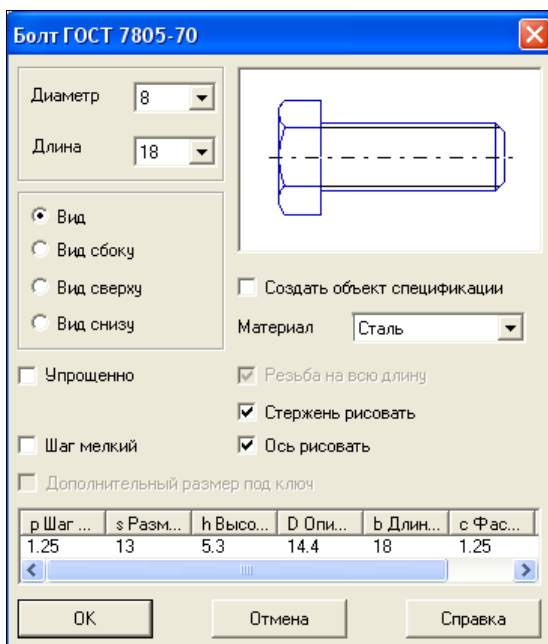

Рис. 26.30. Диалоговое окно **Болт ГОСТ 7805-70**
- ♦ в правой части щелкните ЛК мыши по наименованию: **Болт ГОСТ 7805-70** — на экране появится диалоговое окно **Болт ГОСТ 7805-70** (рис. 26.30). Из диалогового окна можно вставить выбранный крепежный элемент в чертеж. Для этого в окнах **Диаметр** и **Длина** установите необходимые параметры, а в окнах **Вид** установите вариант вида. Обратите внимание на опцию **Создать объект спецификации**. Если поставить в окне флажок, то система вставит данный стандартный элемент в спецификацию. Установили — нажмите кнопку **ОК**, и фантом элемента появится на экране. Остается только определить точку вставки элемента. С точки зрения автора, лучше и проще вставлять крепежный элемент из панели инструментов **Крепежные элементы**.
- ♦ во второй части щелкните по кнопке **Болт 7798-70** и в выпадающей панели выделите кнопку **Болт 7805-70**. На экране появится диалоговое окно **Болт 7805-70** (см. рис. 26.30).